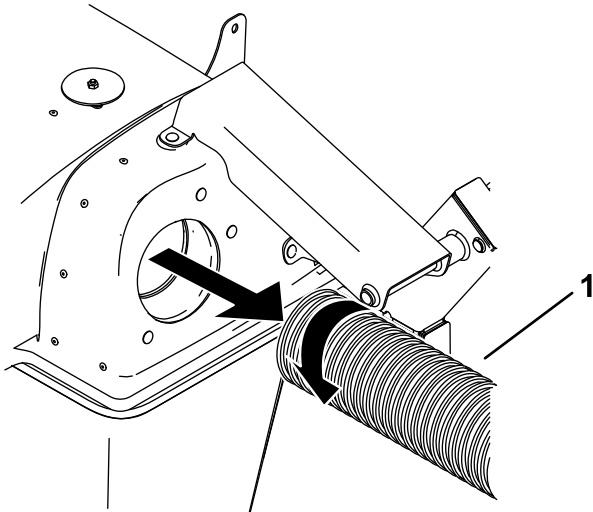

Bild 2
2. Entfernen Sie den Schlauch von der Motorhaube (Bild 2).